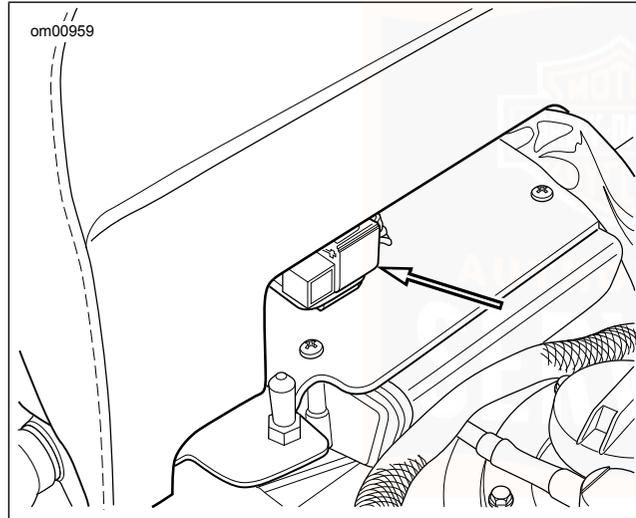

Abbildung 62. Hintere Sicherungsblock-Position: VRSC-Modelle
3. Siehe Abbildung 62. Der hintere Sicherungsblock befindet sich am Rahmenquerträger hinter dem Kraftstofftankdeckel. Den Sicherungsblock nach links schieben, um ihn von der Befestigung zu entfernen.